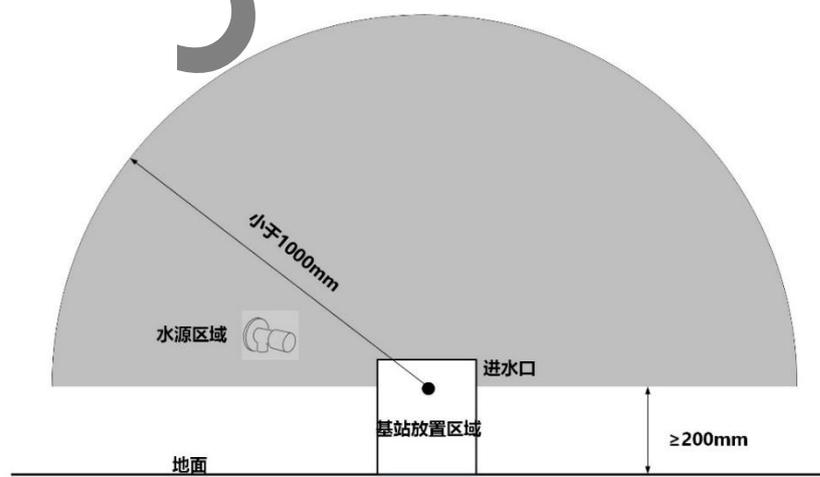

图3 水源预留区域
- 4.4.1 水源接入：标准水源接口应靠近安装位置，建议最远距离 ≤ 1000 mm便于连接；如配置角阀应使用符合GB/T 26712的产品，角阀接口为G1/2外螺纹；若使用水龙头，则需配备G1/2外螺纹卡扣接头，以便于与快插接头连接。具体基站水源位置区域选择如图3中所示。